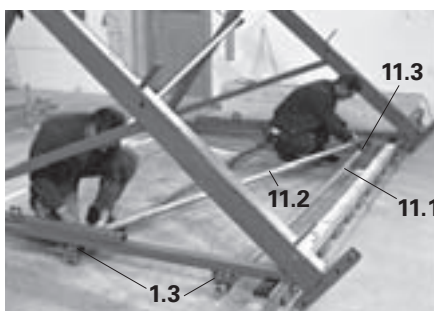

Fig. A1.08
8. Colocar o tubo de andaime diagonal (11.2) e duas abraçadeiras giratórias (11.3). (Fig. A1.08)